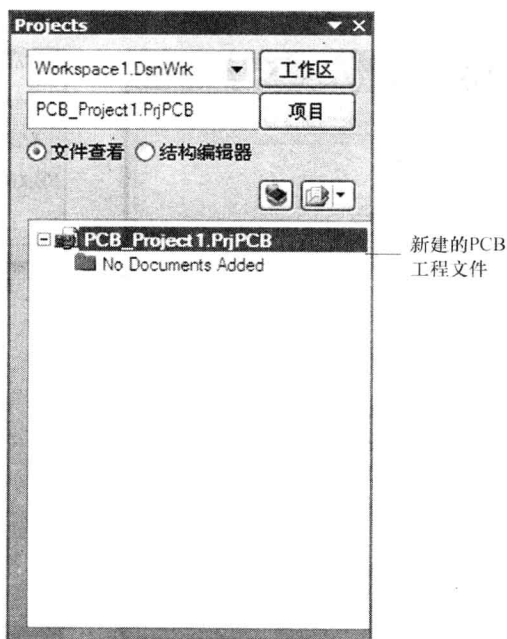

图1-14 新建的PCB工程文件
(2) DXP 软件自动创建一个空的 PCB 工程文件，即图 1-14 中的 PCB-Project1.PrjPCB（默认文件名）。